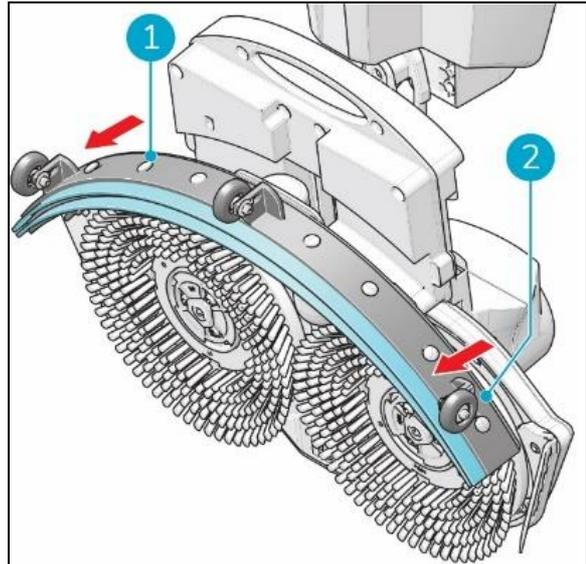

Figure 24
3. Tirez sur le côté gauche de la raclette pour la retirer (Figure 24, pos 1).
4. Tirez sur le côté droit de la raclette pour la retirer (Figure 24, pos 2).